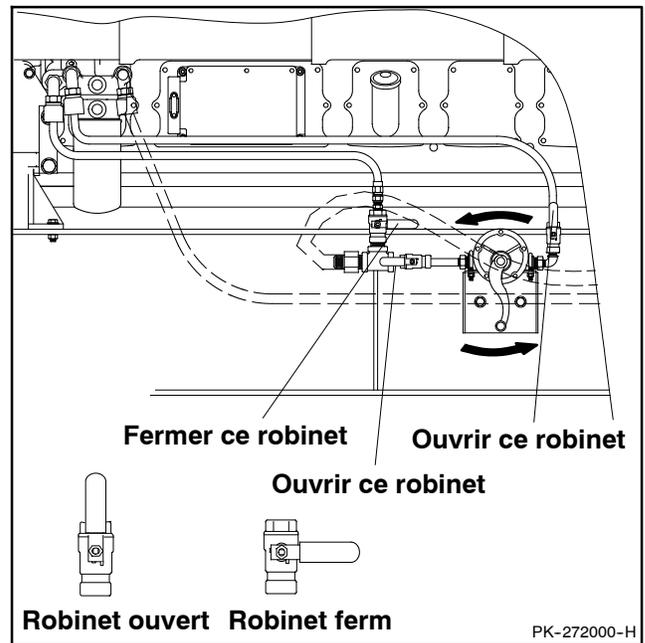

Figure 3-1 Pompe d'amorçage manuelle avec robinets en position d'amorçage (groupe électrogène sans séparateur carburant/eau représenté), typique
1. Placer les robinets de carburant du système en position d'amorçage. Fermer le robinet de carburant placé entre le té de la conduite et le moteur. Ouvrir les robinets de carburant des deux côtés de la pompe d'amorçage. Voir Figure 3-1.